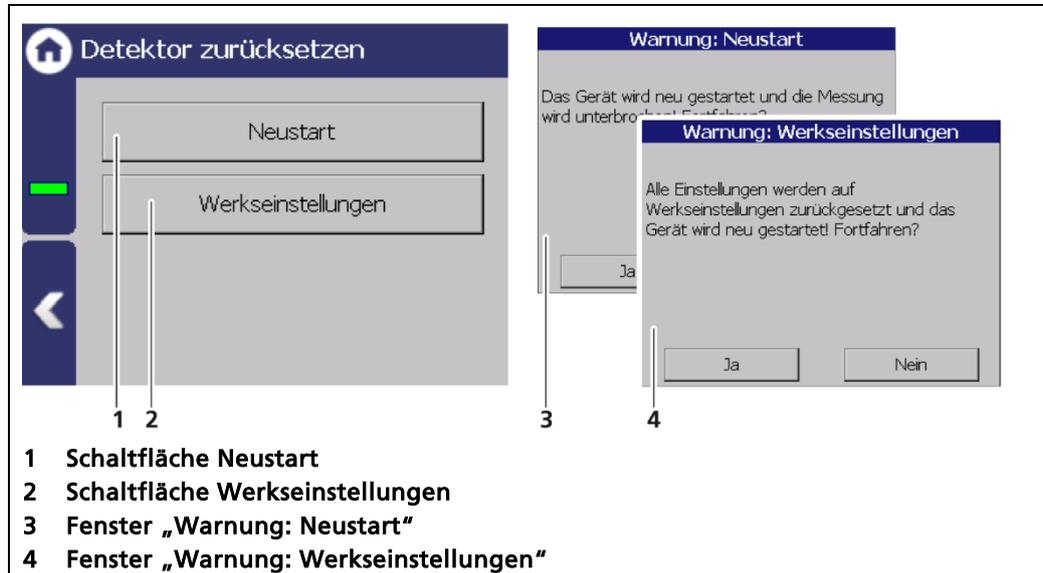

Abb. 79 Detektor zurücksetzen
1. Um den Detektor neu zu starten, klicken Sie auf den Schaltfläche <Neu starten> (Abb. 79, Pos.1).
- ▶ Ein Fenster mit der Warnung „Neustart“ (Abb. 79, Pos.3) öffnet sich.
1. Um den Detektor auf die Werkseinstellungen zurückzusetzen, klicken Sie auf die Schaltfläche <Werkseinstellungen> (Abb. 79, Pos.2).
- ▶ Ein Fenster mit der Warnung Werkseinstellungen (Abb. 79, Pos.4) öffnet sich.